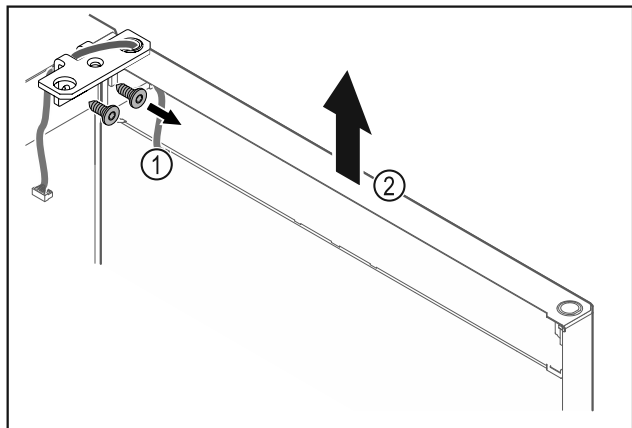

Fig. 21
- ▶ Отвинтите шарнирные уголки Fig. 21 (1)У
- ▶ Дверь вместе со шарнирными уголками по дните строго вертикально вверх Fig. 21 (2) приблизительна 100 мм и снимитеУ